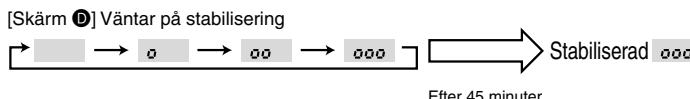

Fig. 8-3
③ Bekräfa inställningen genom att trycka på **FILTER** (↔)-knappen. (Fig. 8-3)